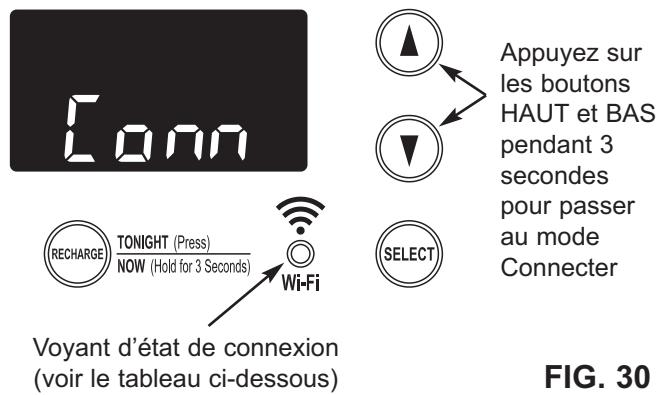

FIG. 30
3. Sur le panneau avant de l'adoucisseur (cf. Fig. 30), appuyez en même temps sur les boutons ▲ HAUT et ▼ BAS pendant 3 secondes.
4. Relâchez les boutons lorsque « Conn » apparaît à l'écran (cf. Fig. 30) et le voyant jaune de l'état connexion commence à clignoter.